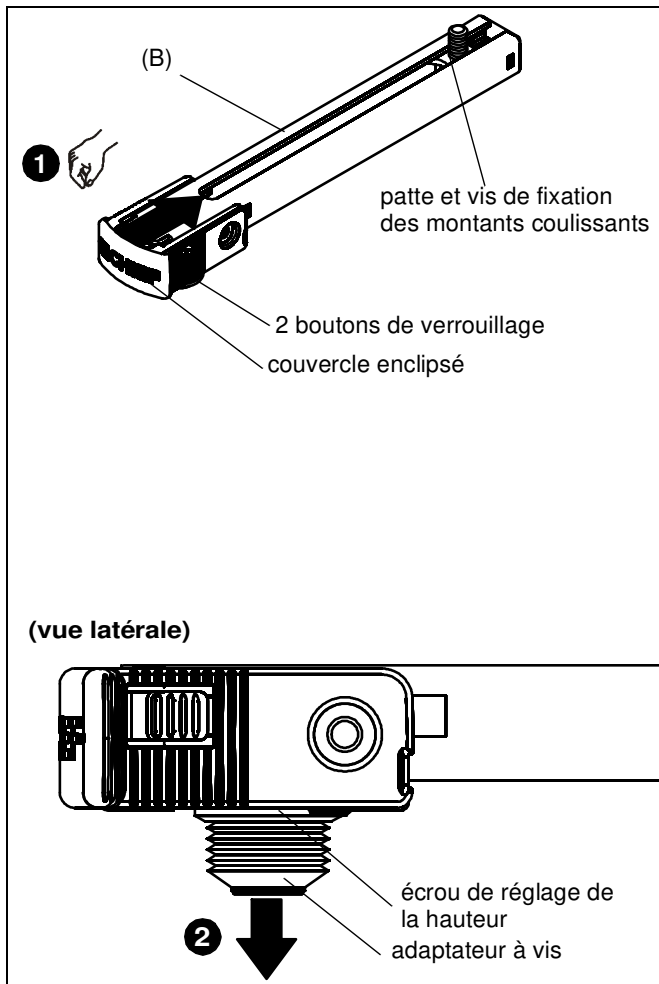

Figure 1
1. Appuyez fermement sur les boutons de verrouillage situés sur le pied SLBU/SLMU (B) en poussant simultanément le couvercle enclipsé vers la patte et la vis de fixation des montants coulissants. (See Figure 1)
2. L'adaptateur à vis et l'écrou de réglage de la hauteur fourni seront relâchés. Mettre de côté pour une utilisation ultérieure. (See Figure 1)